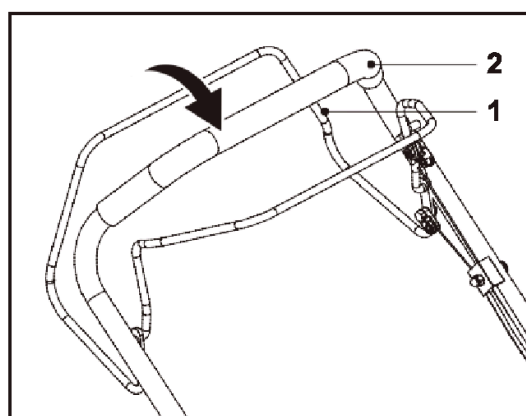

Рис. 13
1. Нажмите на рычаг включения хода (1) и прижмите его к верхней рукоятке (2), чтобы привести в действие задние колеса (рис. 13).
2. Отпустите рычаг включения хода (1), чтобы отключить задние колеса.